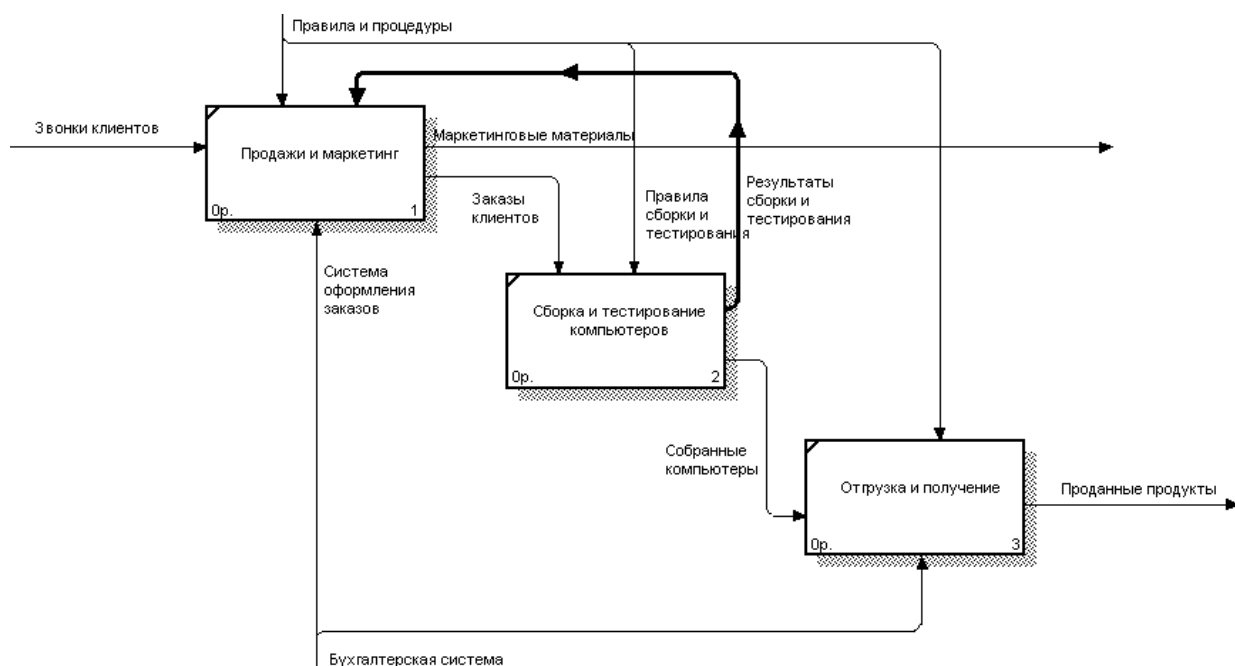

Рис.2.7. Результат выполнения упражнения 2 - диаграмма АО
8. Создайте новую граничную стрелку выхода "Маркетинговые материалы", выходящую из работы "Продажи и маркетинг". Эта стрелка автоматически не попадает на диаграмму верхнего уровня и имеет квадратные скобки на конце: . Щелкните правой кнопкой мыши по квадратным скобкам и выберите пункт меню Arrow Tunnel. В диалоге Border Arrow Editor выберите опцию Resolve it to Border Arrow. Для стрелки "Маркетинговые материалы" выберите опцию Trim из контекстного меню. Результат выполнения упражнения 2 показан на рис. 2.7.